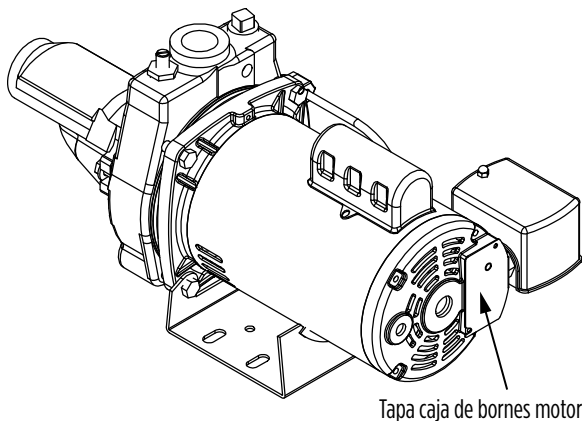

Fig. 2
2. Retire la tapa de la caja de terminales del motor (ver Fig. 2).